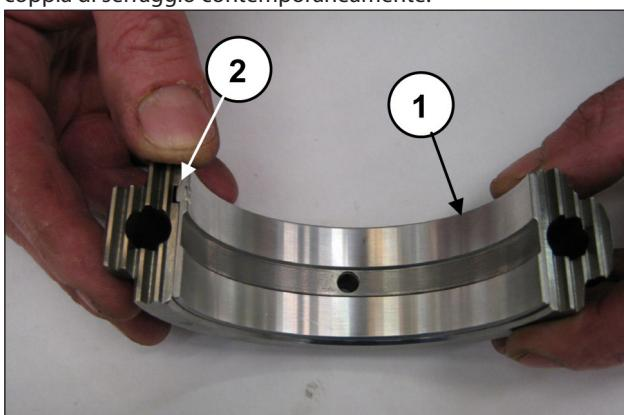

Fig. 67
Appicare i semicuscini inferiori ai cappelli (pos. ①, Fig. 67) assicurandosi che la linguetta di riferimento dei semicuscini venga posizionata nell'apposito alloggiamento sul cappello (pos. ②, Fig. 67).